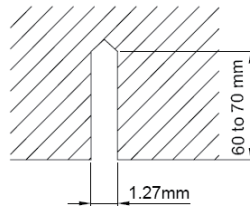

Abb. 7
- (2). Die Bolzen an einer Deckenstelle montieren, die das Einheitsgewicht ertragen kann. Die Bolzenstellen mithilfe der Montagebohrlehre markieren. Mit einem Bohrer Deckenbohrungen mit einem Durchmesser von 12,7 mm (1/2") durchführen (Abb. 7).